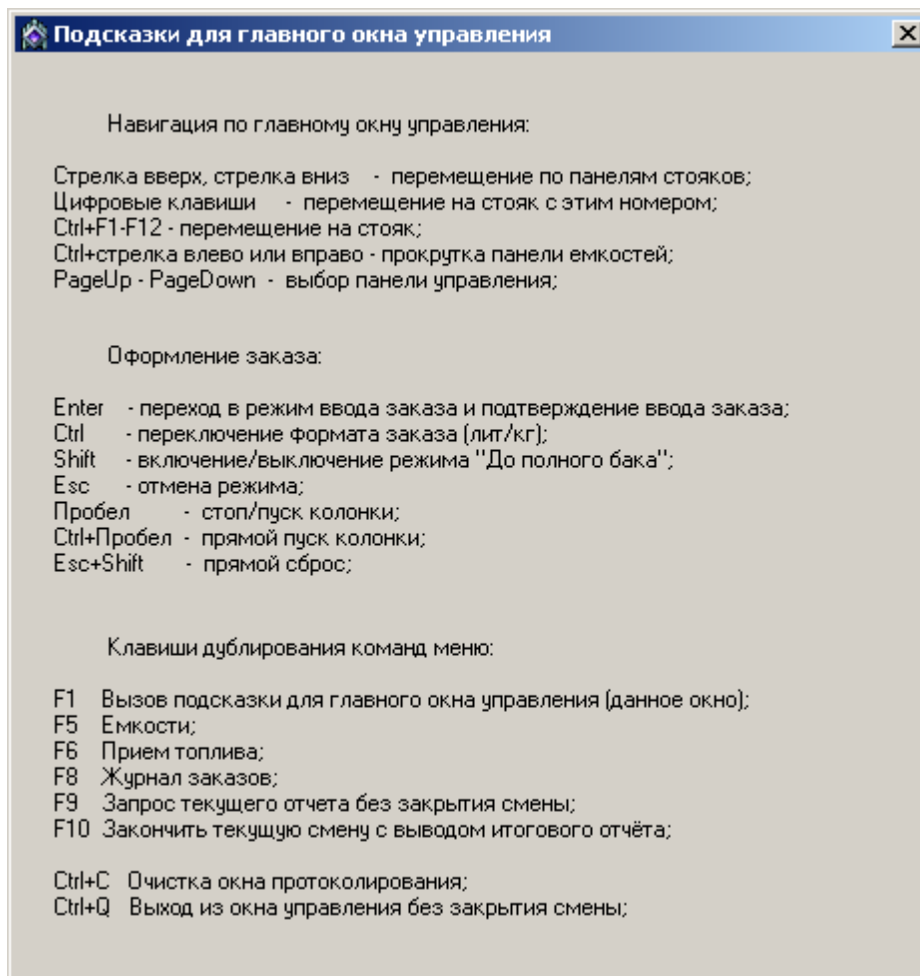

Рисунок 7. Подсказки для главного окна управления
- **Окно протокола** – содержит служебную информацию о событиях, произошедших с начала смены или с момента очистки окна (рисунок 7). Очистка окна протокола может производиться с помощью нажатия комбинации клавиш <Ctrl+C>;